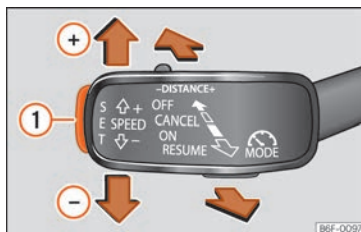

Fig. 151 À gauche de la colonne de direction : troisième levier pour utiliser l'GRA.
- Appuyez sur le bouton **SET** »» fig. 151 ①.
- Appuyez sur la touche **SET** »» fig. 151 ① pour réduire la vitesse par petits incréments de 1 km/h (1 mph).